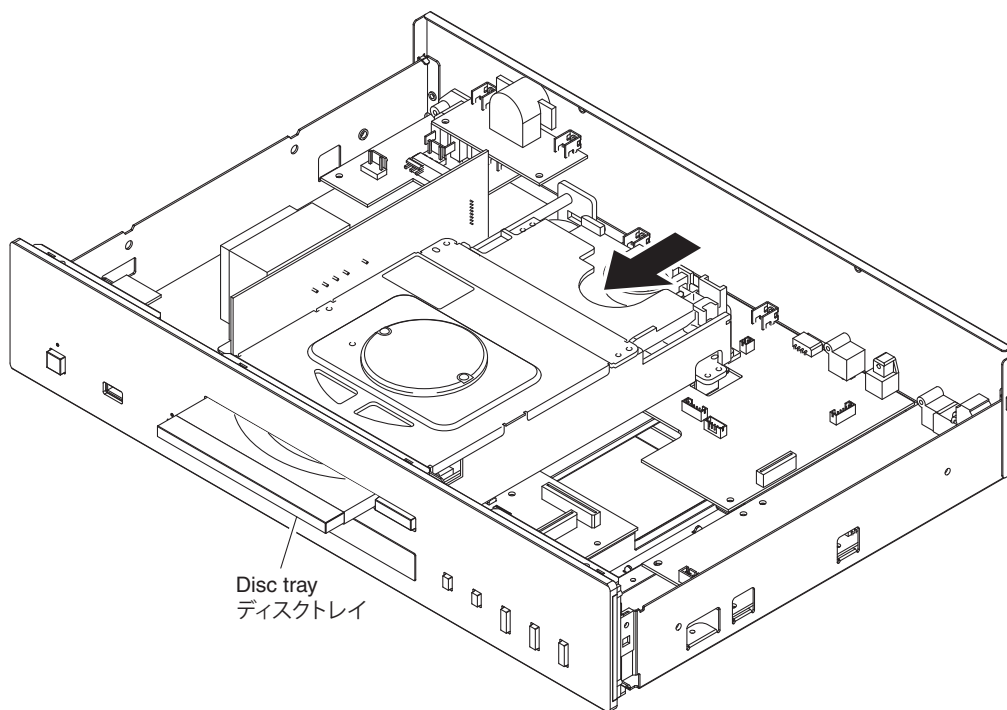

Fig. 3
b. Push out the disc tray by pushing its rear. (Fig. 3)
b. ディスクトレイの後方を押し、ディスクトレイを押し出します。(Fig. 3)